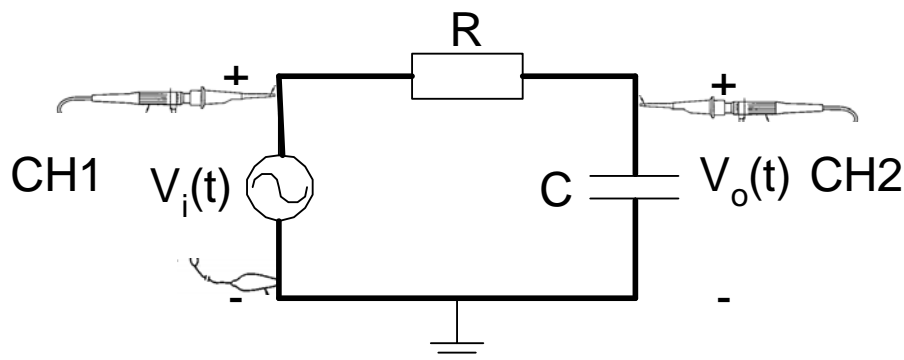

Figura 2.9: circuito RC.
Consideremos el circuito RC de la figura 2.9. Si aplicamos una señal escalón a la entrada del circuito para $t > 0$, a la salida, entre los terminales del condensador tendremos una salida en subida exponencial, de acuerdo con la expresión:
2. Montar en el zócalo el circuito de la figura 2.9, colocando como $v_i(t)$ una señal cuadrada procedente del generador de señal de niveles 0 y 5 V (hacer uso del offset del generador) y con periodo de 10 veces $R \cdot C$ (de forma que esté 5 veces $R \cdot C$ a nivel alto y 5 veces $R \cdot C$ a nivel bajo).